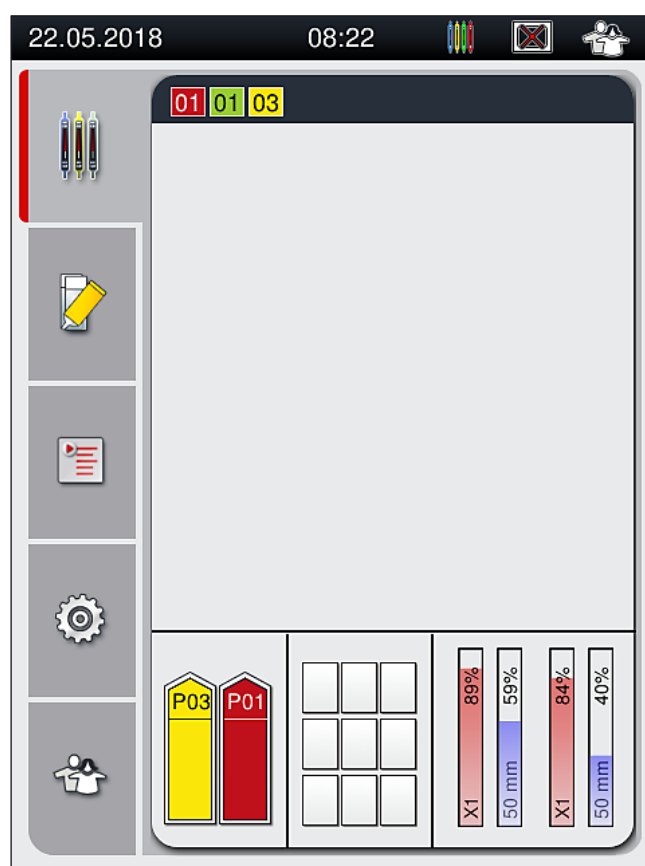

Fig. 73
7. Culoarea cadrului detectat apare pe afișajul stării procesului (→ Fig. 73).